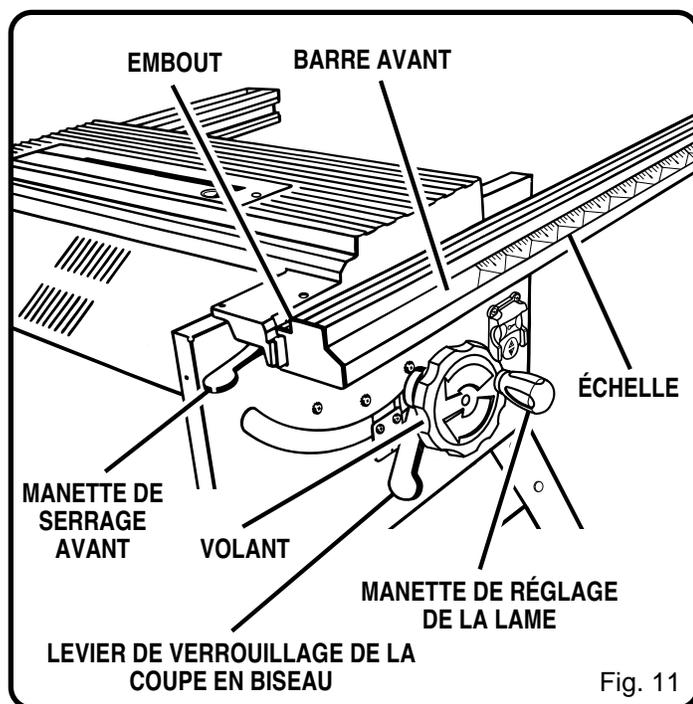

Fig. 11
Voir figures 11 et 12.
- Desserrez les manettes de serrage avant d'un demi-tour à partir de la position serrée. Voir figures 11 et 12.